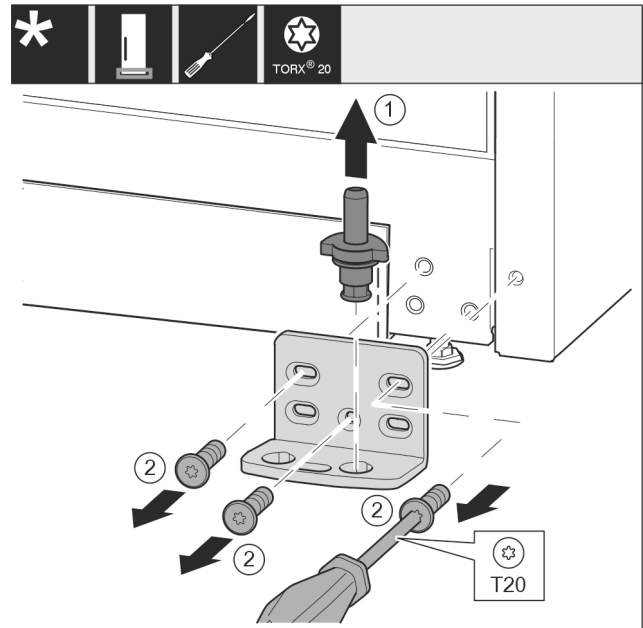

Fig. 30
- ▶ Lagerbolzen Fig. 30 (1) komplett nach oben herausziehen.
- ▶ Schrauben Fig. 30 (2) mit Schraubendreher herausdrehen und Lagerbock abnehmen.